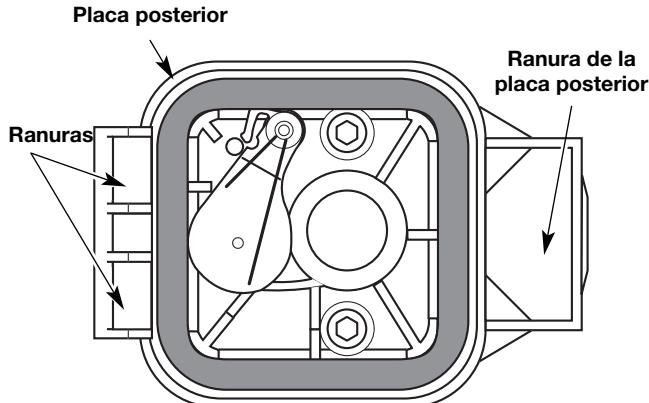

Fig. 60
- Vuelva a colocar el filtro (Fig. 60).
- Vuelva a instalar la cubierta del filtro de aire. Coloque los ganchos del lado izquierdo de la cubierta del filtro de aire en las ranuras del lado izquierdo de la placa posterior (Fig. 60).
- Mueva la cubierta hacia la derecha hasta que la orejeta del filtro de aire calce en su lugar en la ranura de la placa posterior (Fig. 60).